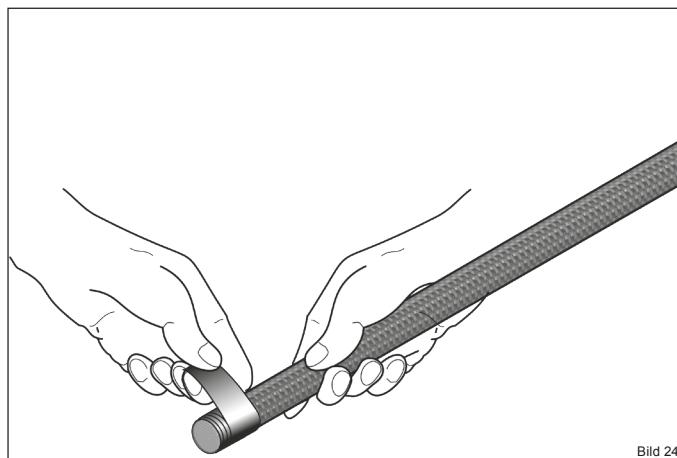
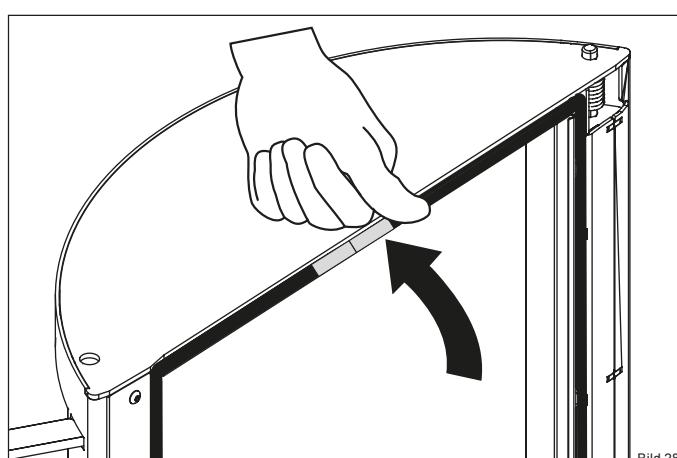

Bild 24
Bild 28
- Umwickeln Sie die neue Dichtung mit dem Kupferband an einer Seite mit ca. 3 cm Länge (Bild 24).
- Umwickeln Sie das Ende auch mit Kupferband (Bild 24) und drücken Sie die Dichtung in die Führung rein (Bild 28)